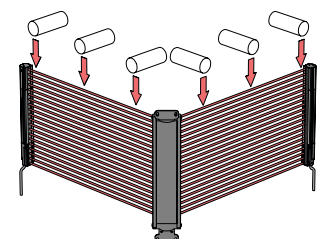

Abbildung 2. EZ-SCREEN LPM,
- Wenn Umlenkspiegel verwendet werden, müssen die Strahlen an drei Stellen im jeweiligen Abschnitt des Strahlengangs getestet werden (zwischen Sender und Spiegel und ebenfalls zwischen Spiegel und Empfänger, Abbildung 2.)